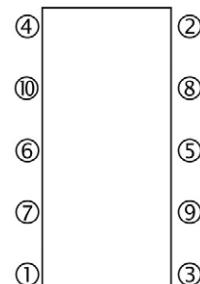

Fig.11
- Nettoyez et lubrifiez correctement les tirants, positionnez-les, puis serrez les écrous progressivement et uniformément dans l'ordre inverse du démontage indiqué à la Fig.11 jusqu'à obtenir la cote correcte entre plateaux (cote de serrage) indiquée sur la plaque signalétique. Vérifiez que cette cote est bien uniforme sur tout le pourtour des plateaux. Trop serrer peut déformer les plaques de manière irréversible. Si vous pensez nécessaire de serrer au-delà de la cote préconisée, contactez le service après-vente de CARRIER qui saura vous conseiller.